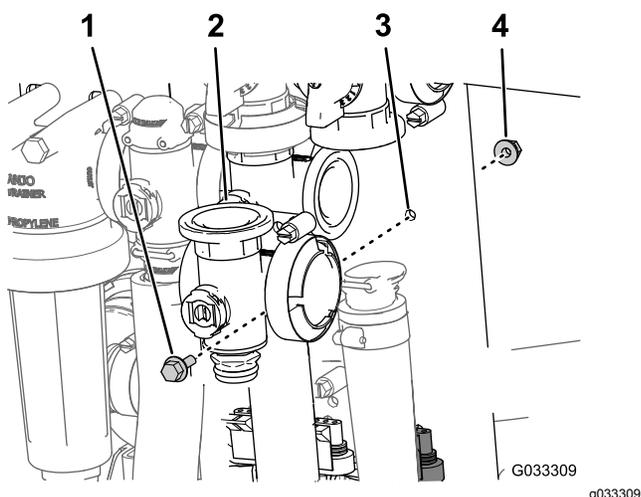

图72
- 卸下将主喷洒臂段阀固定至阀安装座的凸缘头螺栓和凸缘锁紧螺母然后从机器中拆下阀歧管图72。